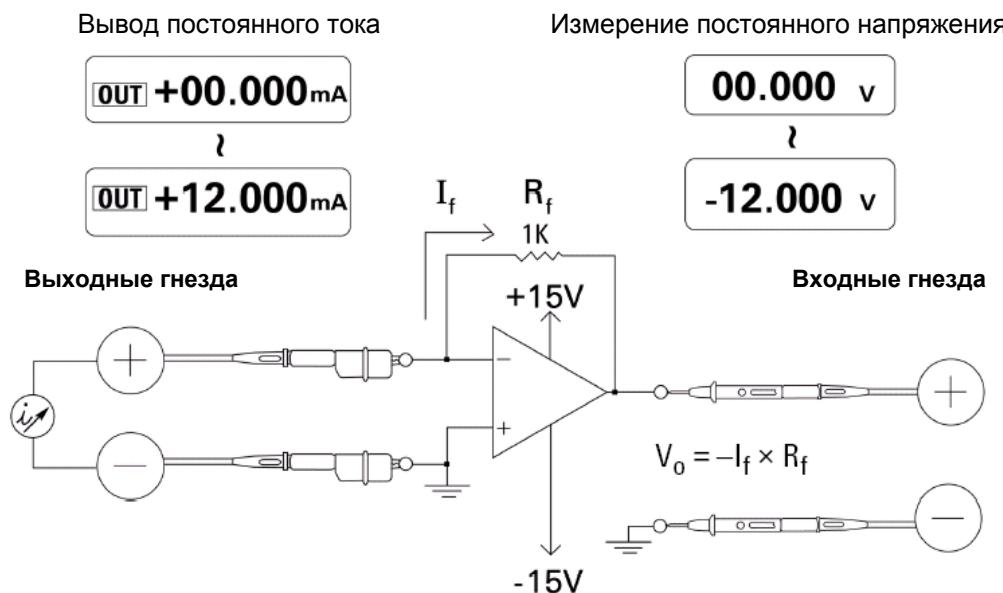

Рис. 5-13 Испытание преобразователя тока в напряжение
Идеальный операционный усилитель может действовать как преобразователь тока в напряжение. На рис. 5-13 идеальный операционный усилитель поддерживает потенциал инвертирующего входа на нуле (при потенциале земли) за счет обратной связи через резистор, через который протекает входной ток. Таким образом, $I_{in} = I_f$ и $V_0 = -I_f \times R_f$. Обратите внимание на то, что эта схема обеспечивает основу для идеальных измерений тока, поскольку она не вносит падения напряжения во входную измерительную цепь и обеспечивает нулевой входной импеданс непосредственно на инвертирующем входе операционного усилителя.
5. Подключите операционный усилитель, как показано на рис. 5-13.